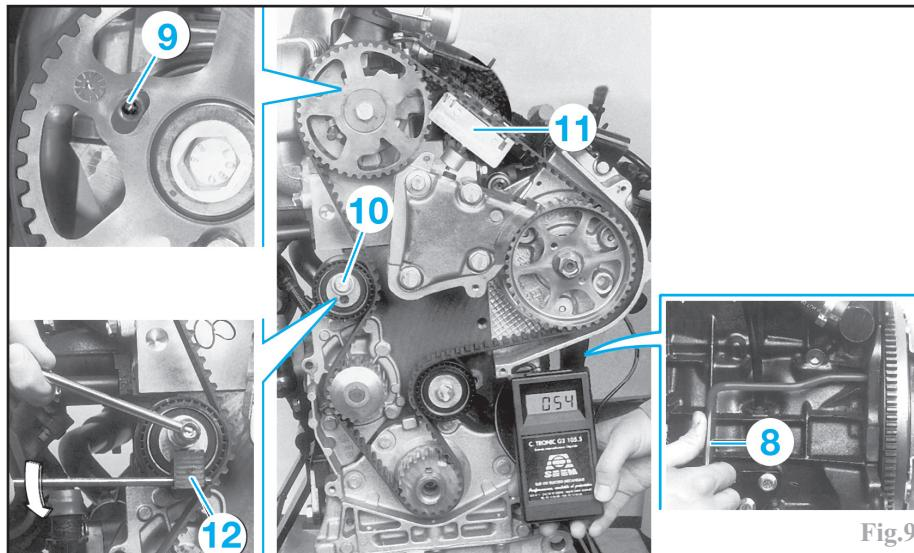

Fig.9
tourner la roue pour entraîner le moteur dans son sens normal de rotation et piquer le volant moteur à l'aide d'une pique (8) de Ø 8 mm (PSA 0188.Y) (Fig.9).